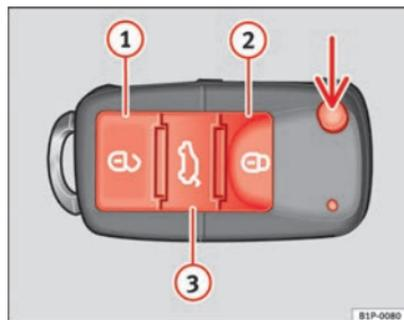

Fig. 46 Teclas de la llave con mando a distancia
Con la tecla ⇒ fig. 46 (flecha) del mando, se desbloquea el paletón de la llave.
Desbloqueo del vehículo ⇒ fig. 46 ①.
Bloqueo del vehículo ⇒ fig. 46 ②.
Desbloqueo del portón trasero. Pulse la tecla ⇒ fig. 46 ③ hasta que todos los intermitentes del vehículo parpaddeen brevemente. Al pulsar la tecla de desbloqueo ③, dispone de 2 minutos para abrir el portón. Una vez transcurrido este tiempo se bloqueará de nuevo.
- Pulse la tecla   ⇒ fig. 46 del mando a distancia.